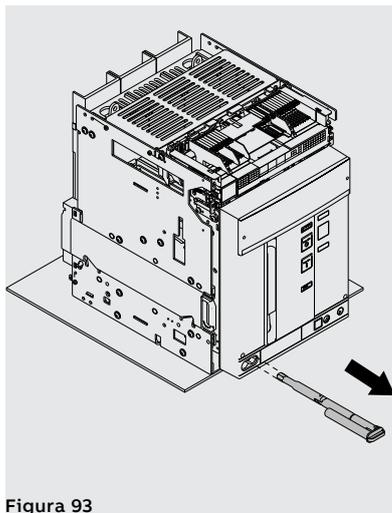

Figura 93
8. Estrarre la manovella di sezionamento dalla propria sede. Vedi Figura 93.